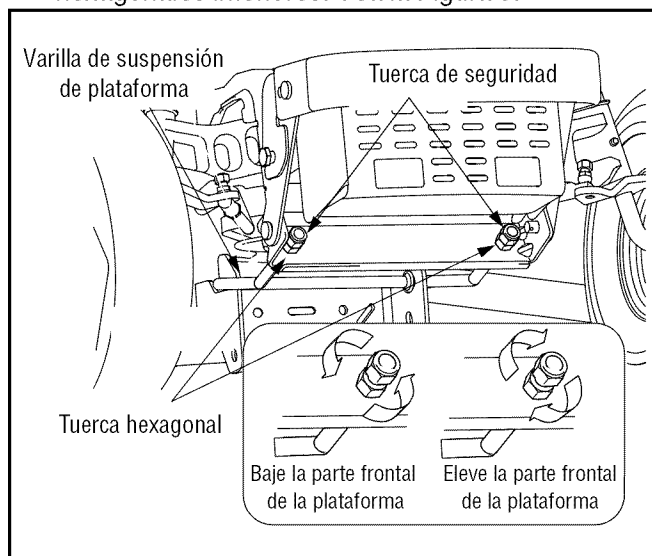

Figura 9
- Ubicándose enfrente del tractor, afloje la tuerca de sujeción hexagonal que se encuentra en cada extremo de la varilla de suspensión de la plataforma, y gírelas alejándolas de las tuercas hexagonales interiores. Vea la Figura 9.
- Apriete el frente de las tuercas hexagonales interiores contra la ménsula de suspensión frontal para elevar el frente de la plataforma; afloje las tuercas hexagonales para bajar el frente de la plataforma. Vea Figura 9.